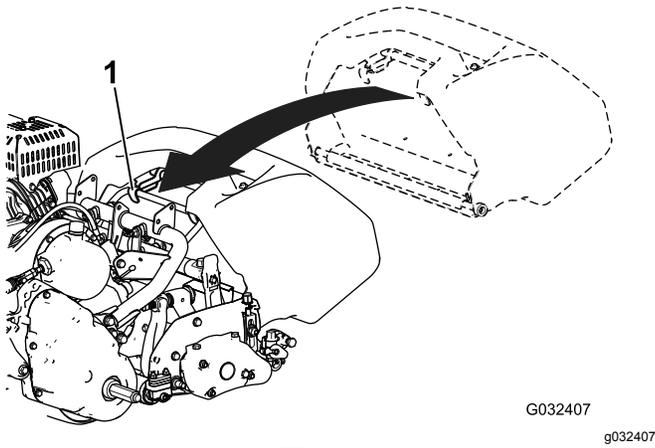

图 12
2. 将集草斗凸缘放入滚刀组侧板之间前滚筒之上图 12。
3. 将集草斗钩安装到环形机架上 (图 12)。